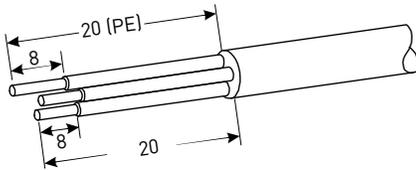

Figura 4-25: Ligação do relé
Passo 1: Prepare os cabos de acordo com a Figura 4-25 e passe-os através dos prensa-cabos impermeáveis.